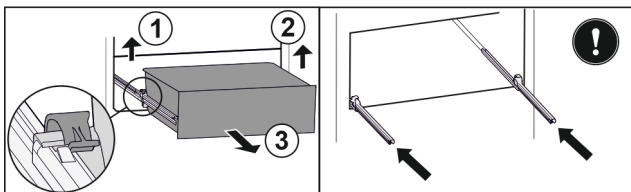

Fig. 171
- Podignite lijevu stezaljku i istovremeno izvucite ladicu lijevo prema naprijed. Fig. 171 (1)
- Podignite desnu stezaljku i istovremeno izvucite ladicu desno prema naprijed. Fig. 171 (2)
- Izvadite ladicu prema naprijed. Fig. 171 (3)